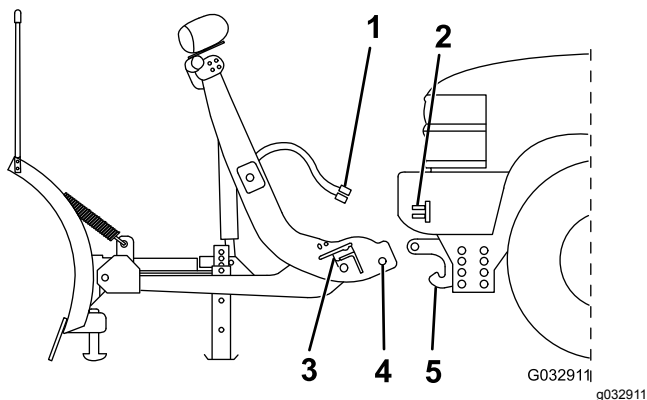

Figure 34
2. Conduisez le véhicule devant le chasse-neige et avancez lentement jusqu'à ce que la goupille inférieure rencontre le récepteur de goupille de la barre de poussée (Figure 34).
du chasse-neige au faisceau du véhicule (Figure 34).